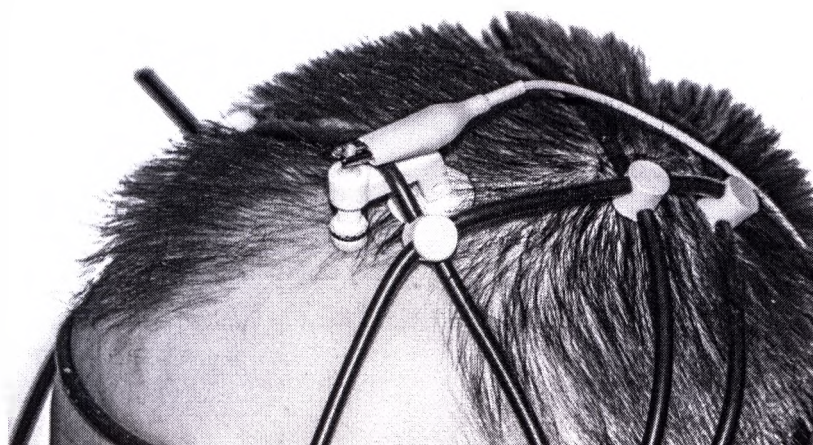

Рис. 5. Мостиковый электрод ЭЭГ с подключенным кабелем отведения
4. Подсоедините к электродам кабели отведений (рис. 5) в случае использования мостикового NS015106.007 и ушного NS015106.015 электродов ЭЭГ.